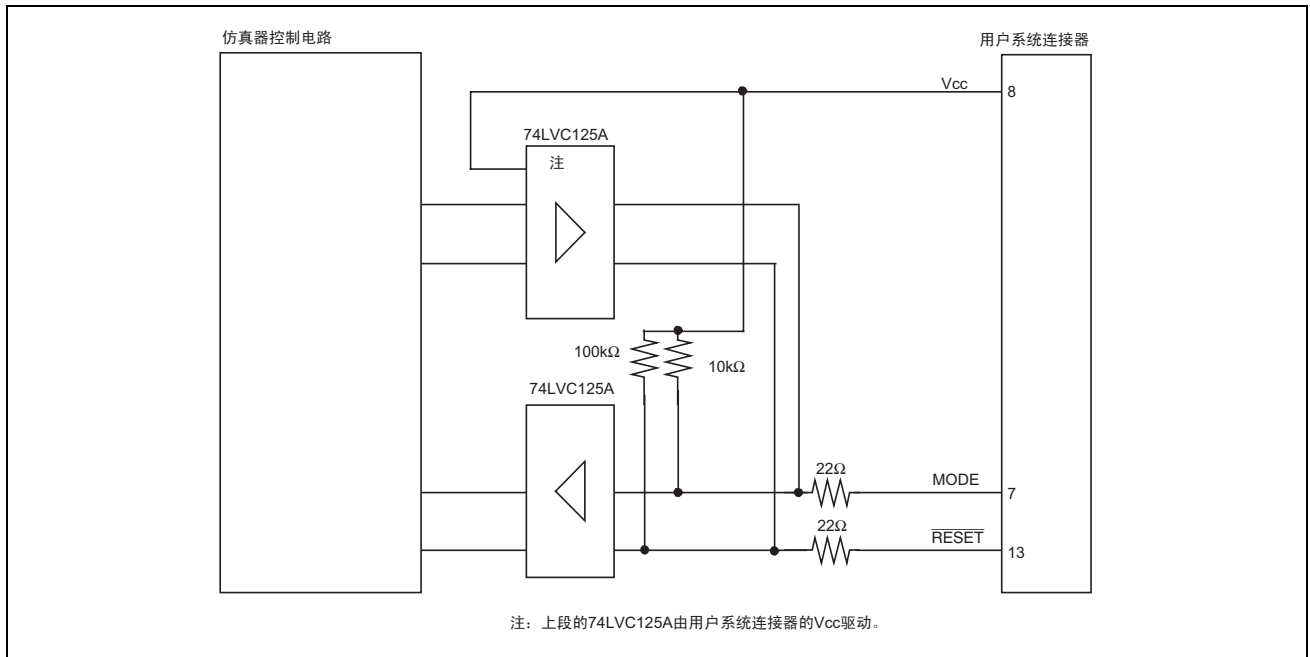

图 4.4 仿真器内的接口电路（参考）
6. 仿真器内的接口电路如图4.4所示。在决定上拉电阻值等时，请参考。